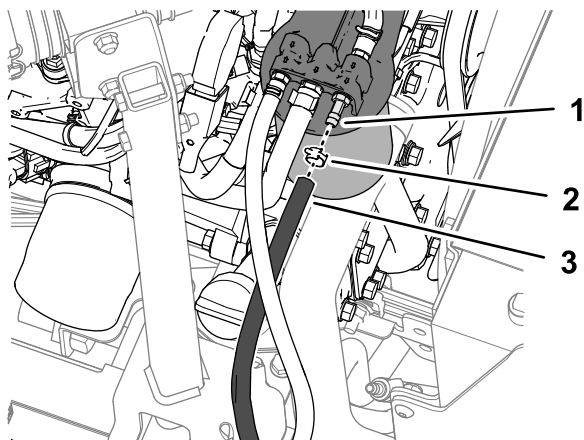

Figura 14
1. Rimuovete la fascetta stringitubo a molla e il flessibile del serbatoio del carburante in corrispondenza del raccordo più arretrato della testa del filtro del carburante (Figura 14).